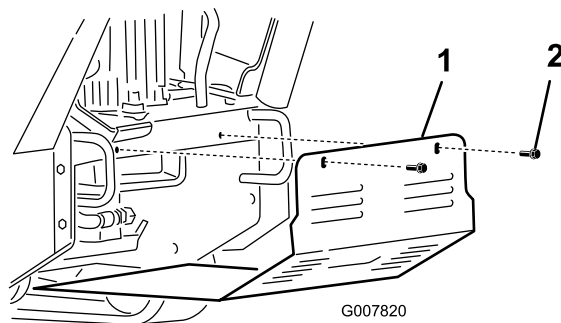

Figura 26
2. Retire los dos pernos que sujetan el protector inferior (Figura 26).
2. Coloque el protector inferior en la máquina de manera que descansa sobre las 4 pestañas (Figura 26).